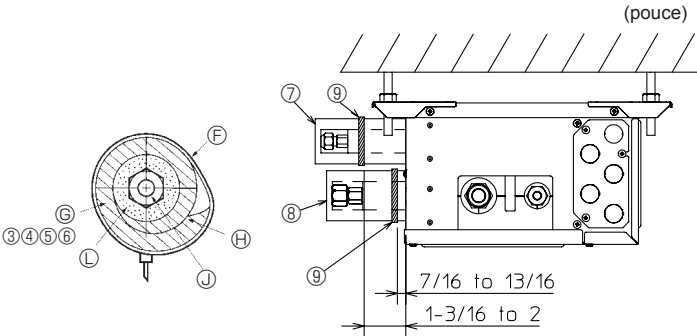
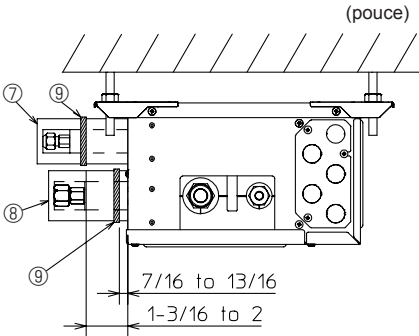

Fig. 7-3
Fig. 7-4
- (1) Retirer les écrous évasés et les capuchons du boîtier de dérivation.
- (2) Evaser les extrémités des tuyaux de liquide et de gaz et appliquer de l'huile réfrigérante (à acheter localement) sur la surface évasée. N'appliquez pas d'huile sur la partie fileté.
- (3) Raccorder immédiatement les tuyaux de réfrigérant. Serrez toujours les écrous évasés jusqu'au couple spécifié dans le tableau 2 à l'aide d'une clé dynamométrique et d'une double clé à molette.
- (4) Appuyer les cache-tuyaux ③ et ⑤ des tuyaux de liquide contre l'appareil et les enrouler pour les maintenir en place. (Fig. 7-3)
- (5) Appuyer les cache-tuyaux ④ et ⑥ des tuyaux de gaz contre l'appareil et les enrouler pour les maintenir en place. (Fig. 7-3)
- (6) Fixer les sangles fournies ⑨ à 7/16-13/16 pouce (10 à 20 mm) de chaque extrémité des cache-tuyaux (③ ④ ⑤ ⑥).
- (7) Si l'unité intérieure n'est pas raccordée, raccordez les cache-tuyaux (avec les bouchons, ⑦ et ⑧) sur les branchements des tuyaux de réfrigérant du boîtier de dérivation contre l'unité afin d'éviter un écoulement de condensation des tuyaux. (Fig. 7-4)
- (8) Fixer les cache-tuyaux (⑦ ⑧) à l'aide des sangles fournies ⑨.
- Ⓕ Sangle ⑨
- Ⓖ Cache-tuyaux ③ ④ ⑤ ⑥
► Appliquer les procédures suivantes aux composants du boîtier de dérivation qui ne sont pas raccordés à un appareil intérieur. (Fig. 7-4)
- (1) Afin d'éviter toute fuite de réfrigérant, veiller à serrer les raccords coniques conformément aux couples de serrage indiqués* dans le Tableau 3.
- (2) Pour éviter la condensation, mettaient en place les cache-tuyaux ⑦ et ⑧ contre l'unité et attachez-les à l'aide des sangles ⑨ fournies.